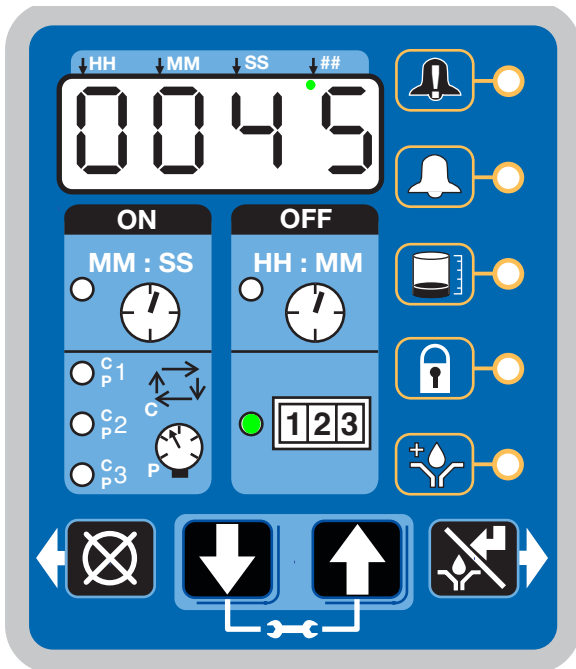

FIG. 47
- Si illumina il LED vicino a 1-2-3 (Fig. 47).
L'esempio visualizzato in Fig. 47 mostra che il numero rimanente di conteggi macchina è 0045.
- Se si è impostato il Conteggio macchina, il LED vicino a 1-2-3 si illumina (FIG. 47, pagina 56).